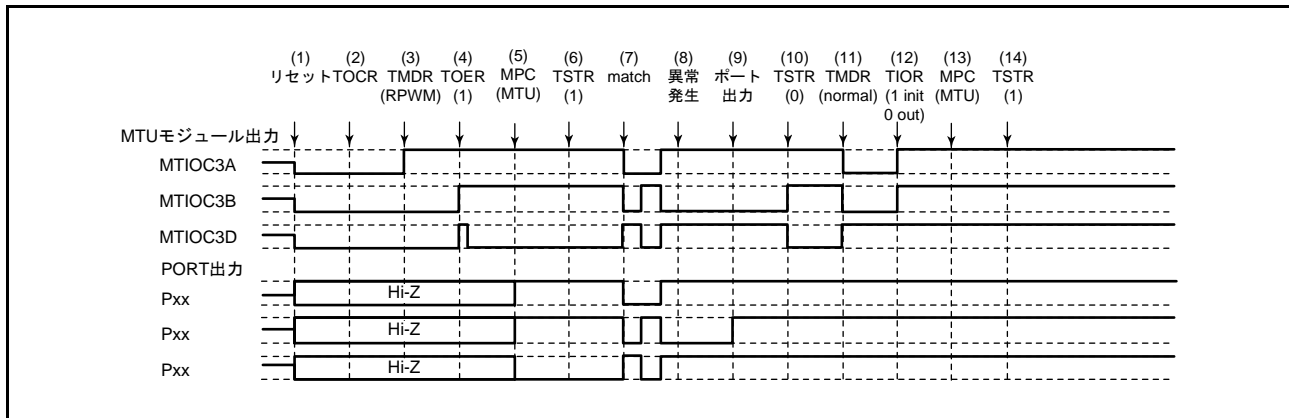

図 20.168 リセット同期 PWM モードで異常が発生し、ノーマルモードで復帰する場合
リセット同期 PWM モードで異常が発生し、再設定後ノーマルモードで再スタートする場合の説明図を図 20.168 に示します。
(1) ~ (10) は図 20.168 と共通です。
(11) PWM モード 1 を設定してください (MTU 出力は正相側が Low、逆相側が High となります)。
(12) TIOR レジスタで端子を初期化してください (PWM モード 1 では MTIOCnB (MTIOCnD) 端子に波形が出力されません。出力すべきレベルがある場合は、I/O ポートのポート方向レジスタ (PDR)、ポート出力データレジスタ (PODR) で汎用出力ポートの設定をしてください)。
(13) MPC と I/O ポートのポートモードレジスタ (PMR) で MTU 出力としてください。
(14) TSTR レジスタで再スタートします。
(28) リセット同期 PWM モードで動作中に異常が発生し、相補 PWM モードで再スタートする場合の動作
- (11) TOERA レジスタで MTU3、MTU4 の出力を禁止してください。
- (12) TOCR1A、TOCR2A レジスタで相補 PWM の出力レベルと周期出力の許可 / 禁止を選択してください。
- (13) 相補 PWM を設定します (MTU の周期出力端子は Low になります)。
- (14) TOERA レジスタで MTU3、MTU4 の出力を許可してください。
- (15) MPC と I/O ポートのポートモードレジスタ (PMR) で MTU 出力としてください。
- (16) TSTRA レジスタで再スタートします。
(29) リセット同期 PWM モードで動作中に異常が発生し、リセット同期 PWM モードで再スタートする場合の動作
(11) MPC と I/O ポートのポートモードレジスタ (PMR) で MTU 出力としてください。
(12) TSTRA レジスタで再スタートします。
(13) コンペアマッチの発生によりリセット同期 PWM 波形を出力します。